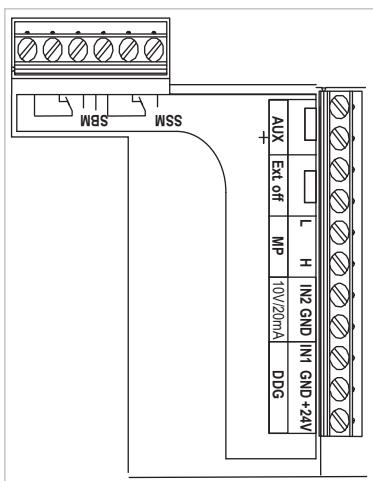

Fig. 19: Terminais de controlo
- Terminais de controlo (fig. 19)